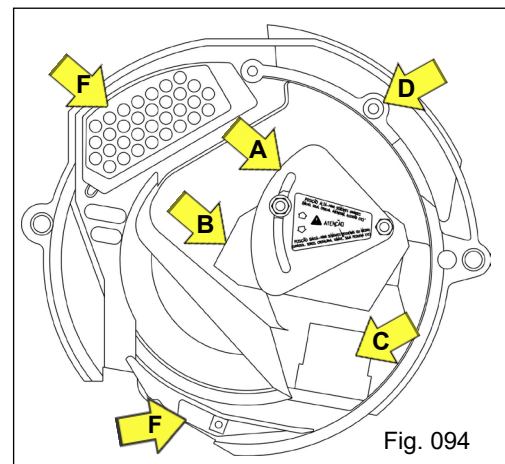

Fig. 094
- **Tampa** (Fig. 094): possui uma comporta "a" que controla a chegada e o nível das sementes assegurando um abastecimento constante do disco. Dependendo das sementes utilizadas, existem duas posições básicas de regulagem da placa e tela de nível na comporta que deverão ser verificadas e usadas. Caso necessário, porém, posições intermediárias poderão ser usadas também.
Ejetor (Fig. 094): O ejeter "F" controla a regularidade na saída dos grãos.